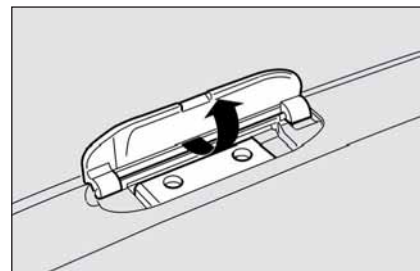

fig. 121
- ☐ en las versiones sin techo practicable: levante las lengüetas utilizando el destornillador en dotación para acceder a los alojamientos de fijación **fig. 121**;